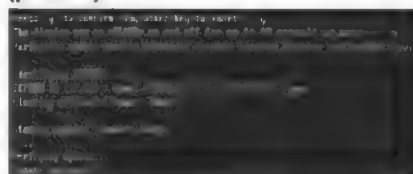

рис. 14
9.3. Подтвердите прошивку, нажав «Y» (рис. 14).